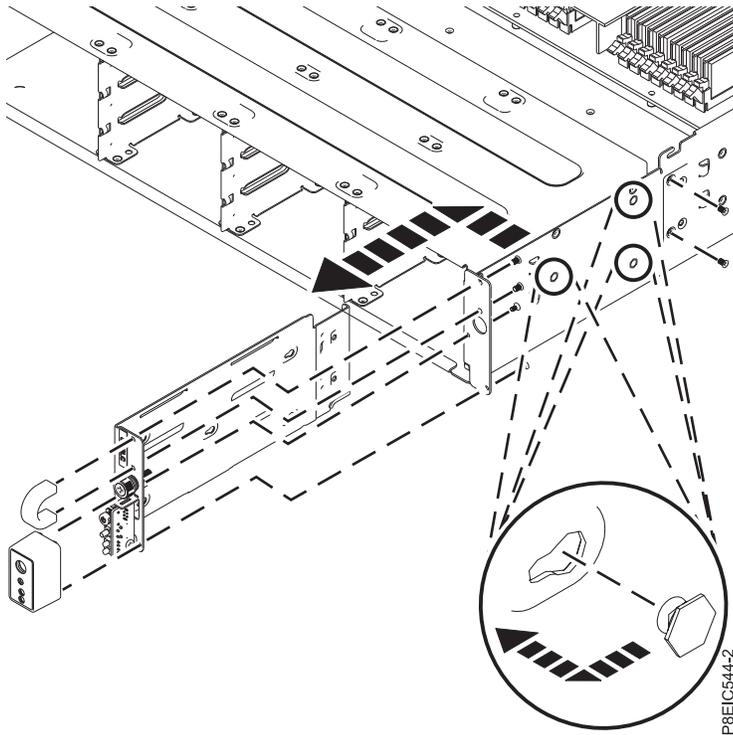

Figure 61. Retrait de l'ensemble interrupteur et cordon d'alimentation
5. Retirez les quatre vis qui permettent de fixer le panneau et la poignée d'interrupteur d'alimentation à l'ensemble interrupteur d'alimentation, comme illustré dans la figure 61.
6. Retirez les deux vis qui permettent de fixer l'ensemble interrupteur d'alimentation au côté du châssis, comme illustré dans la figure 61.
7. Tirez l'ensemble interrupteur d'alimentation vers l'avant, puis détachez-le du côté du châssis, comme illustré dans la figure 61.